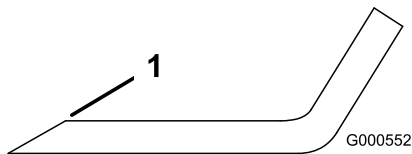

Figura 98
1. Utilice una lima para afilar el filo de corte en ambos extremos de la cuchilla (Figura 98).
**Nota:** Si la cuchilla no está equilibrada, rebaje algo el metal en la parte de la vela solamente con una lima (Figura 98).